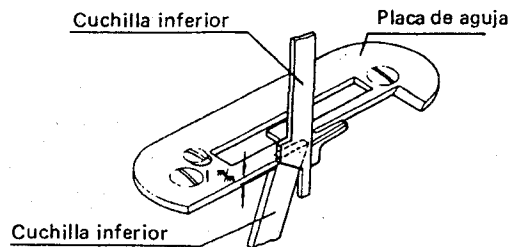

Figura 47
3. Ponga la nueva cuchilla en su lugar desde arriba, de forma que la esquina frontal del borde de corte se introduzca aproximadamente 1 mm por debajo del nivel del borde de corte de la cuchilla inferior, como muestra la Figura 47, apriete el tornillo de fijación de la cuchilla superior.